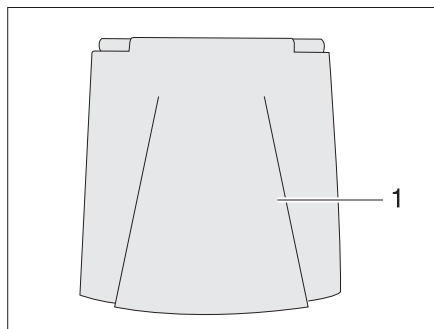

Fig. 32 Clapet de fermeture du bec de remplissage du carburant
- Ouvrir le clapet de fermeture (Fig. 32,1).
- Insérer la clé dans le barillet (Fig. 32,3) et la tourner dans le sens inverse des aiguilles d'une montre.